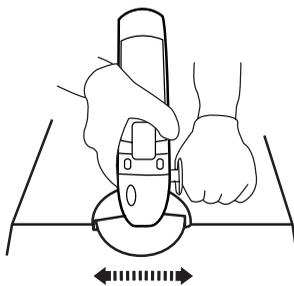

Fig. 19
4. Mova o produto para a frente e para trás de forma constante. (Fig. 19).